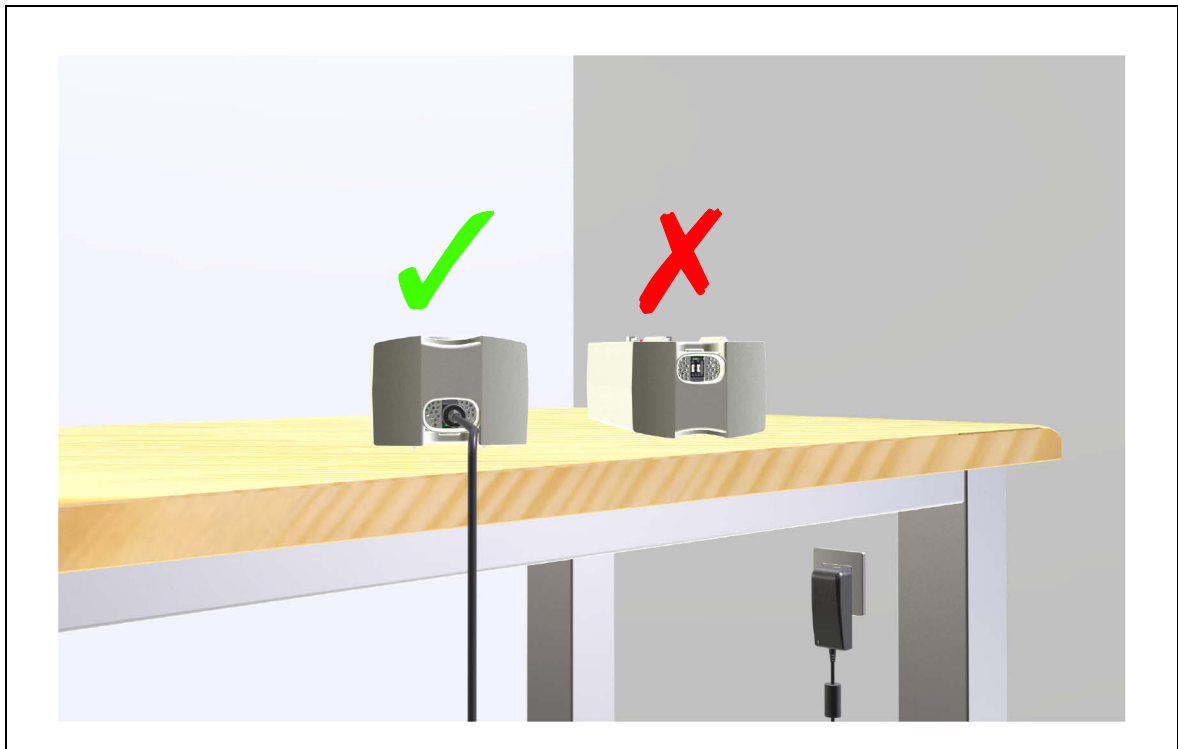
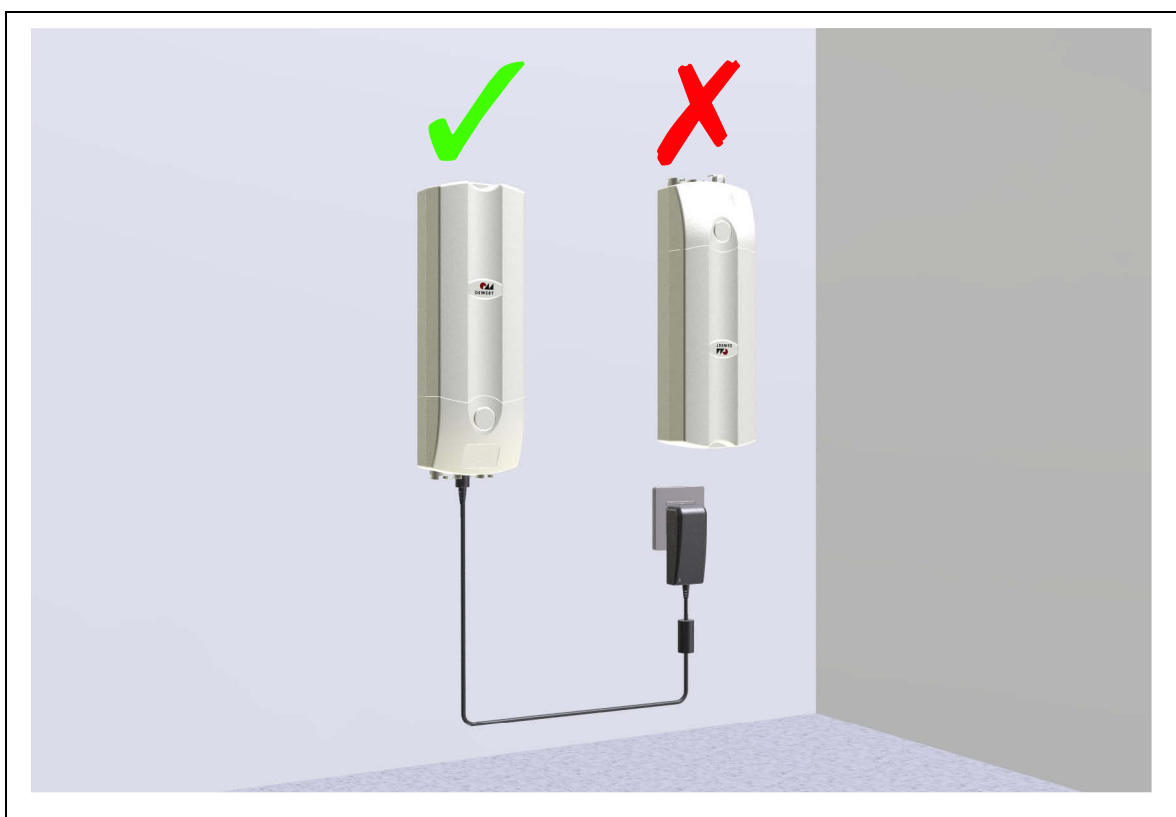

Abbildung 16 Ladeposition ACCU AC 4.5 bzw. ACCU AC 4.5DC
Abbildung 18 Ladeposition ACCU AC 4.5 bzw. ACCU AC 4.5DC am Ladegerät
- Laden Sie den ACCU nur wie in den Abbildung 16, Abbildung 18 und Abbildung 21 (Seite 34, 36 und 39) gezeigt.
• Beim Ladevorgang darf der ACCU nicht auf dem Kopf liegen (siehe Abbildung 18, Seite 36).
Beachten Sie unbedingt die korrekte Ladeposition des ACCU: Der ACCU darf nur geladen werden, wenn er auf der Unterseite liegt (siehe Abbildung 16). Legen Sie den ACCU während des Ladevorgangs nicht auf den Kopf.
Beachten Sie unbedingt die korrekte Ladeposition des ACCU: Der ACCU darf nur in senkrechter Position mit der Ladestation geladen werden (siehe Abbildung 18). Der ACCU darf während des Ladevorgangs nicht auf dem Kopf liegen (horizontale Position).